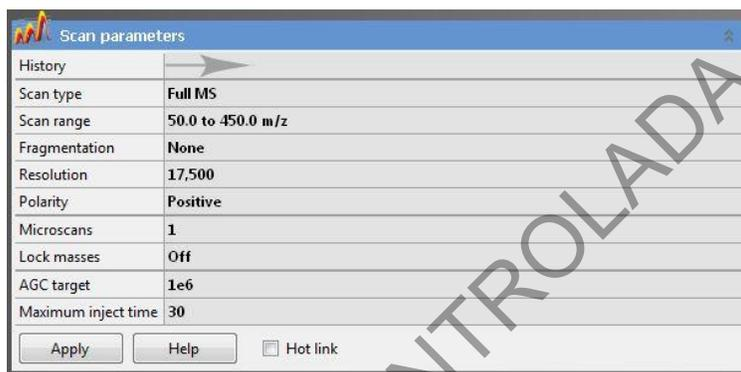

Figura 19 Parámetros de escaneo
**7.9.11** Vaya al panel de control del QE tune, en "Instrument Control", en "Scan Parameters" seleccione la opción "Hot link" para que los cambios en los parámetros apliquen sin la necesidad de dar clic en "Apply" cada vez. En "Scan type" escoja "Full MS" y en "Scan Range", defina m/z máxima y mínima dependiendo del o los analitos de interés. Cambie la resolución en "Resolution" por 70.000. Ver figura 19.